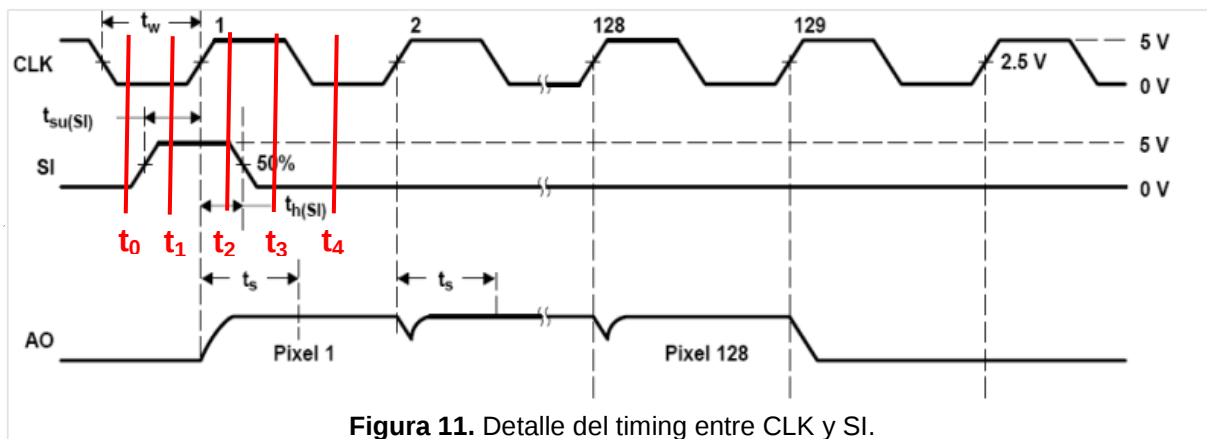

Figura 11. Detalle del timing entre CLK y SI.
- La figura 11 es un detalle de la secuencia de inicio START
Para generar la **secuencia START** definiremos la secuencia temporal de los valores de las señales SI y CLK en los instantes de tiempo t_0 , t_1 , t_2 , t_3 , t_4 y t_5 tal y como aparecen en la figura 11.